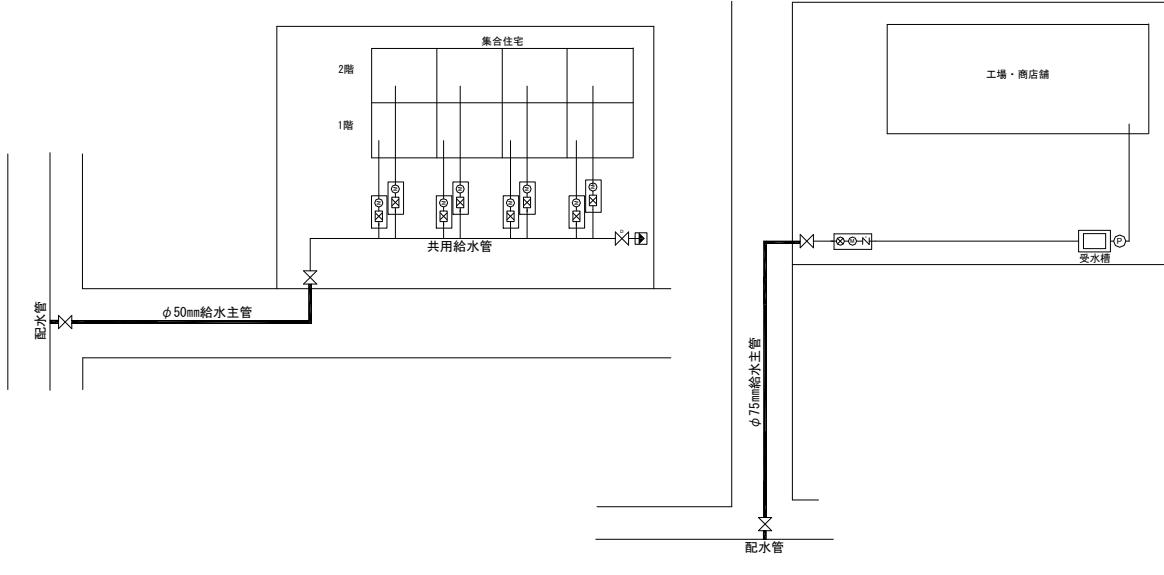

図 10-2 集合住宅等へ引き込む際の給水主管
- (2) 集合住宅、商店舗、工場等の建設において、給水装置の引き込みのために公道部へ縦断布設を行う場合(図10-2)
- (3) その他企業長が、給水主管と認めた場合